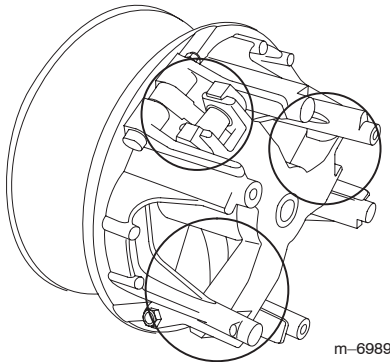

Figura 57
- Lubrique las piezas en movimiento en las zonas indicadas en la Figura 57 usando Spray Lubricante Seco de Toro, disponible a través de su Distribuidor Autorizado Toro.